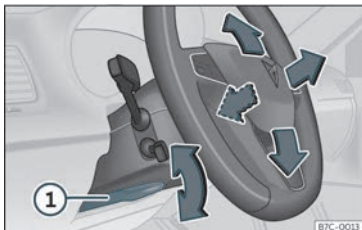

Fig. 4 Palanca a la part inferior del lateral esquerre de la columna de direcció.
• Estireu la palanca »» **fig. 4** ① cap a baix, moveu el volant fins a la posició desitjada i torneu a pujar la palanca fins al punt de tancament.
• Després d'ajustar la columna de la direcció, empenyeu fermament la palanca »» **fig. 4** ① cap amunt perquè el volant no canviï de posició accidentalment durant la marxa.